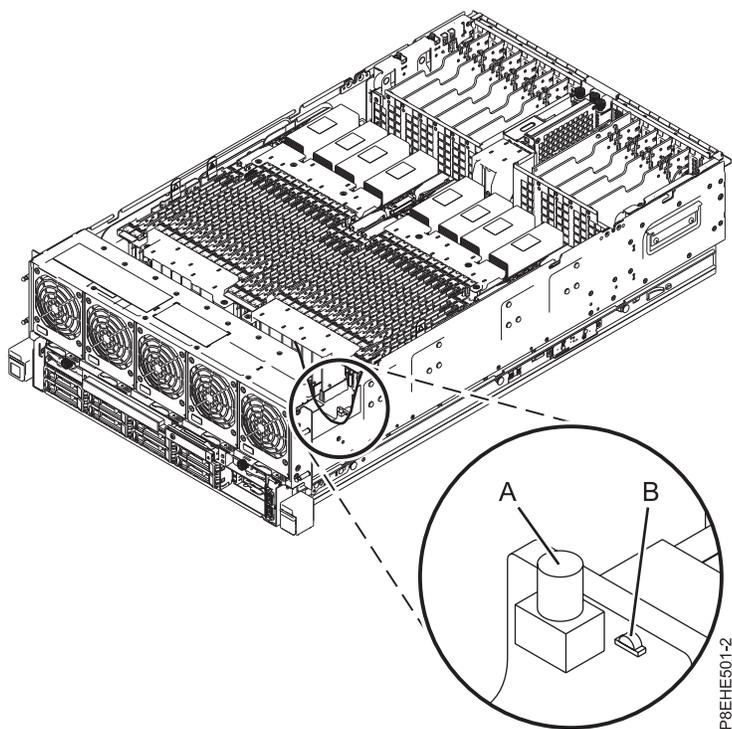

図 8. 識別 LED の活動化
2. 図 8 に示すように、システム・バックプレーンにあるプッシュボタン (A) を押して、識別 LED を活動化します。LED (B) が点灯していることを確認します。このことは、識別 LED に十分な電力が通電していることを表します。LED (B) が点灯していない場合は、サービス・ラベルを使用することにより、ロケーション・コードを使用して物理ロケーションを見つけます。